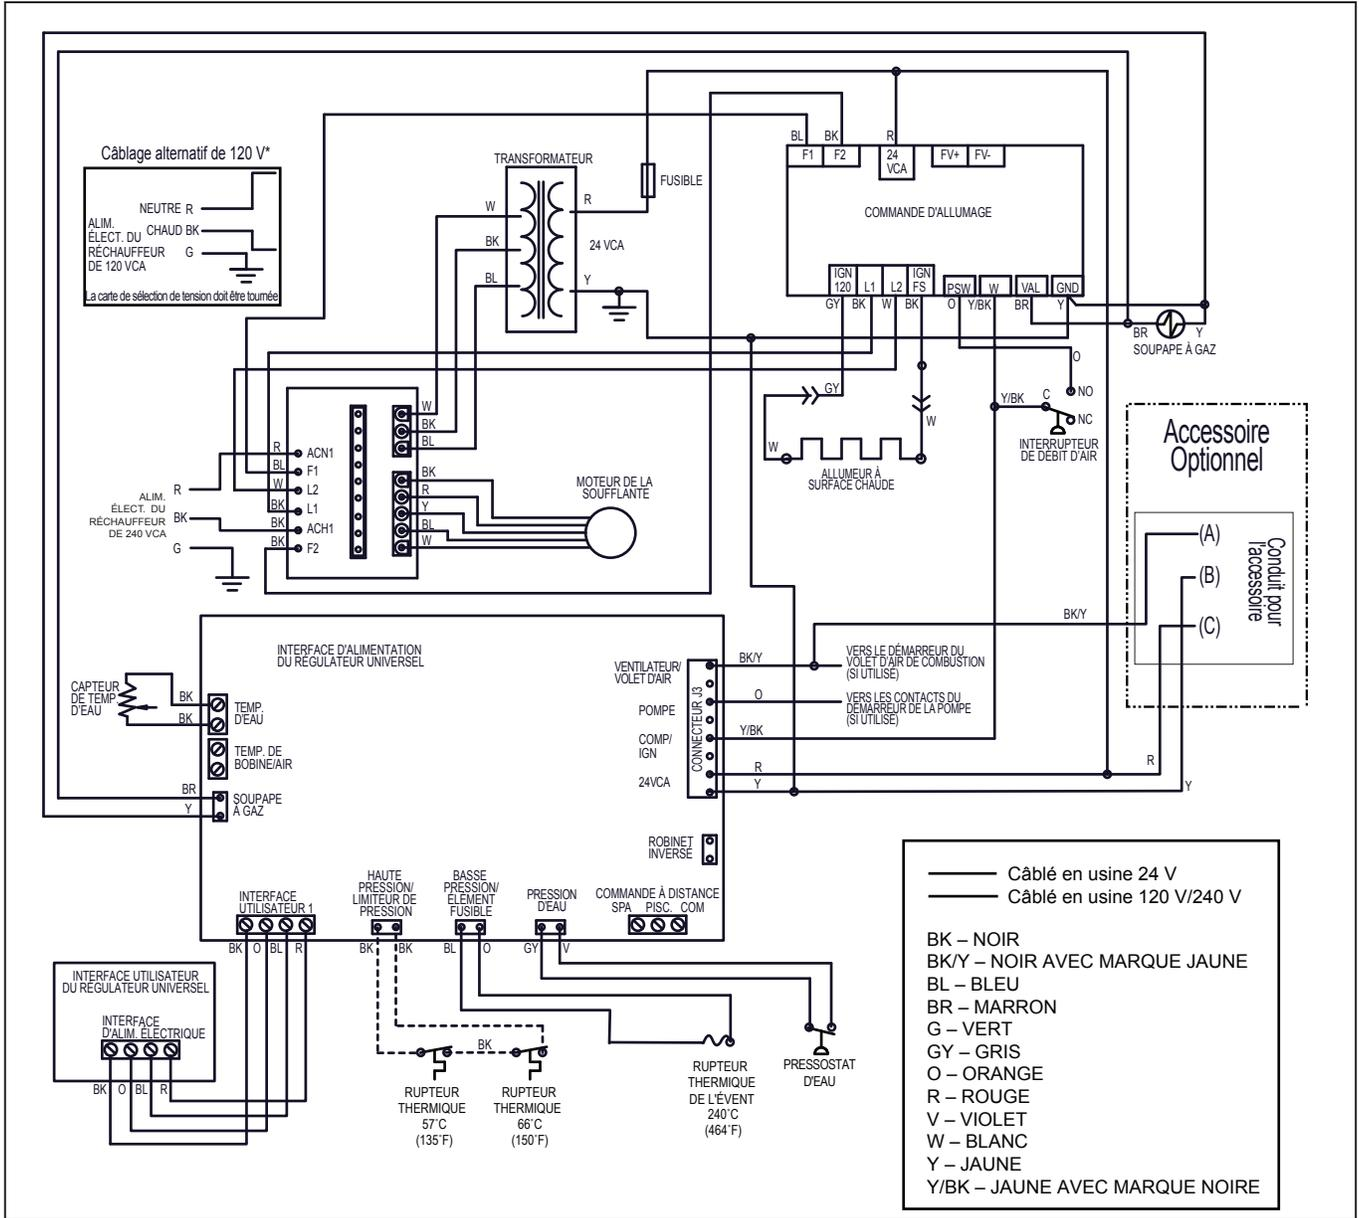

Figure 20. Schéma de câblage/raccordements du JXi
15. Utiliser l'ensemble comme levier pour obtenir un ajustement étanche. Ne pas trop serrer. Voir « Figure 20. Installation de l'ensemble SD au collecteur du réchauffeur.
Les raccordements de câblage doivent être faits exactement comme illustré dans le schéma de câblage qui se trouve à l'intérieur de la porte du réchauffeur. Le réchauffeur doit inclure une méthode précise de mise à la terre. Sur le côté droit du réchauffeur se trouve un taquet de connexion sur lequel un câble de connexion doit être fixé. Pour les connexions de câblages spécifiques, voir la figure 20.
Référez-vous à la figure 20 pour le schéma de raccordement électrique et de câblage.